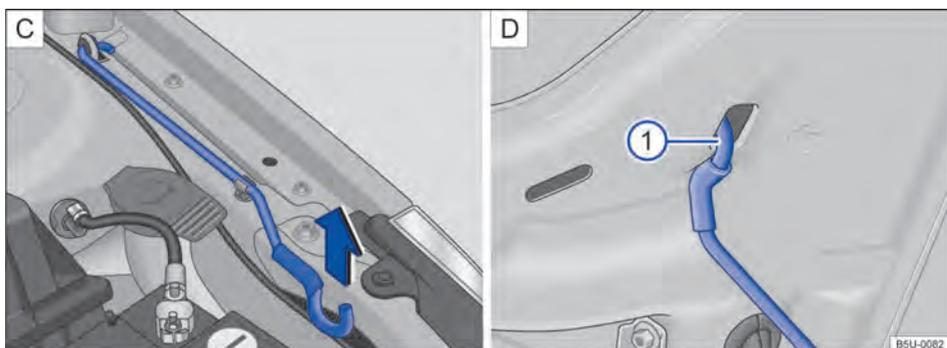

Fig. 171 [C] Haste de sustentação da tampa do compartimento do motor. [D] Tampa do compartimento do motor apoiada na haste de sustentação.
- Retirar a haste de sustentação do suporte no sentido da seta → Fig. 171 [C] e posicioná-la na abertura na tampa do compartimento do motor → Fig. 171 ① [D].
- Retirar a haste de sustentação do furo → Fig. 171 ① [D] e encaixá-la no suporte do fecho → Fig. 171 [C].